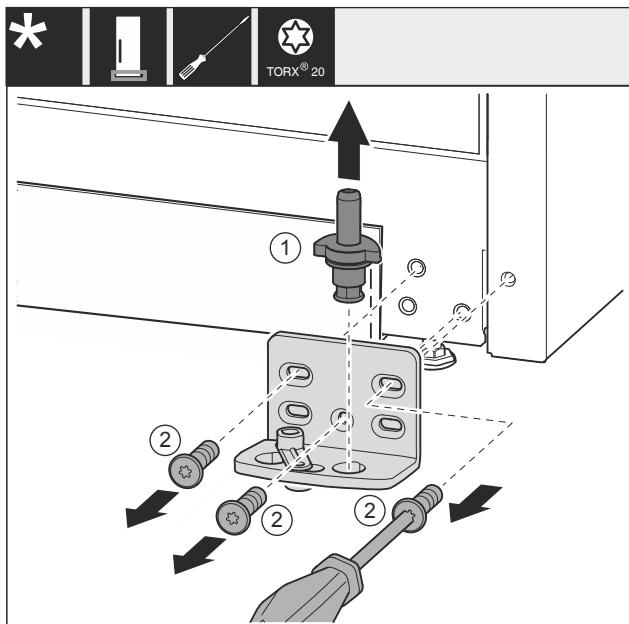

Fig. 33 \*
- ▶ Extraiga el perno del cojinete Fig. 33 (1) por completo hacia arriba.\*
- ▶ Desatornille los tornillos Fig. 33 (2) con un destornillador y retire el soporte del cojinete.\*